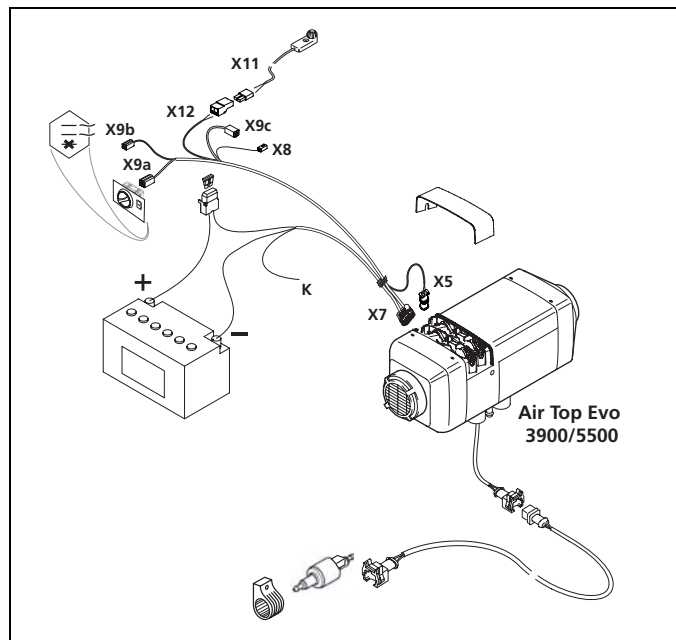

Рис.32: Электрическая проводка Air Top Evo 3900/5500:
- В жгуте проводов Air Top Evo 3900/5500 есть провод К (рис. 32, цвет красный/чёрный) для опционального включения выключателя батареи или дополнительной индикации. Если это не требуется, то заизолируйте концы провода.